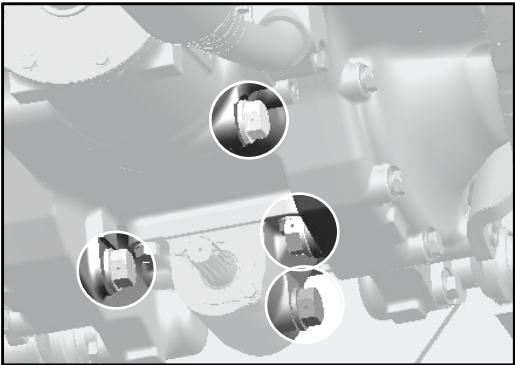

Fig. 5.13a
- 2. Desaperte todos os bujões situados como indicado na fig. 5.13a para facilitar a drenagem do óleo.